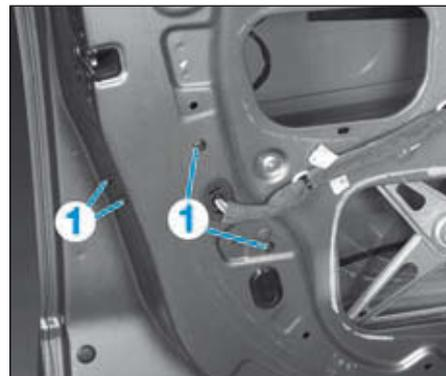

FIG.15
- les vis (1) du support de coulisse de porte latérale avant (Fig.15).